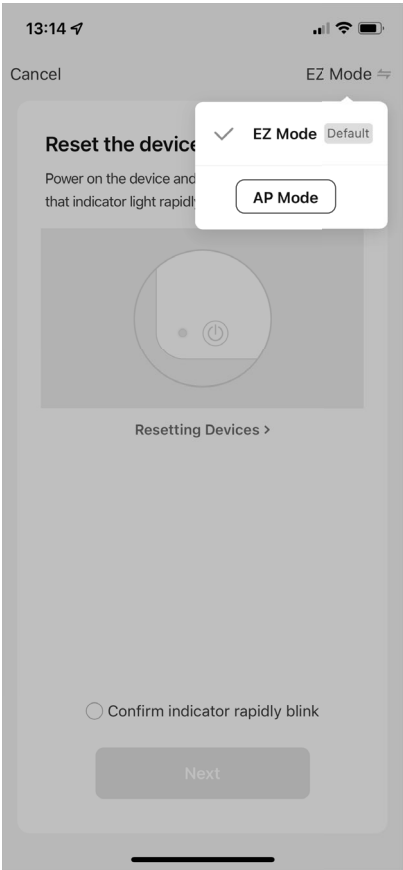

Fig. 5
- ▶ En la ventana de selección, elija el MODO AP (fig. 5).